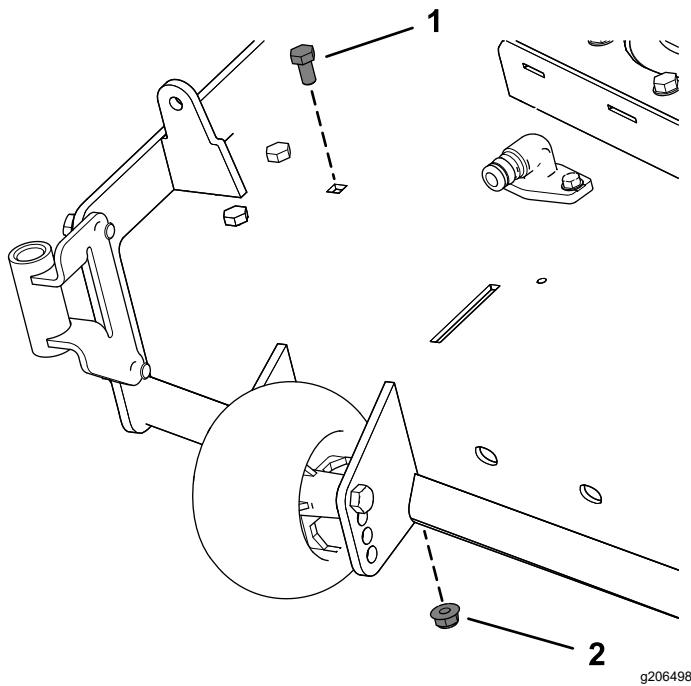

Figure 9
2. Retirez le boulon et l'écrou existants du plateau de coupe (Figure 9).
Sur les plateaux de coupe de 137 cm, retirez le boulon et l'écrou comme montré à la Figure 9.